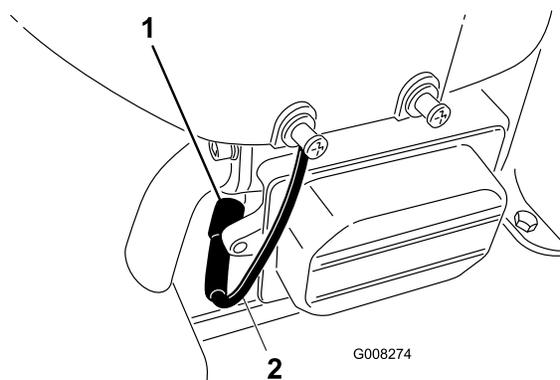

Figure 26
- Débranchez la bougie (Figure 26).
- Enlevez la bougie et la rondelle métallique (Figure 26).
3. Branchez la bougie (Figure 26).